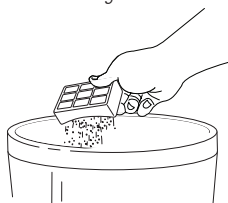

Fig. 23
- 3 Dé vuelta el filtro de modo que la parte sucia quede hacia abajo y golpéelo fuertemente contra un cesto de basura para remover la tierra. **(Fig. 23)**